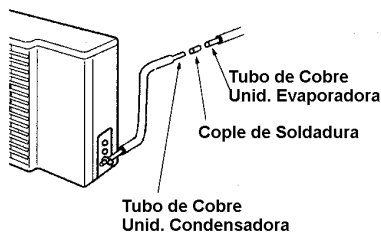

Figura 18
- usar un cople entre el tubo de cobre de la unidad interior y el tubo de cobre utilizado en la instalación (Figura 18).